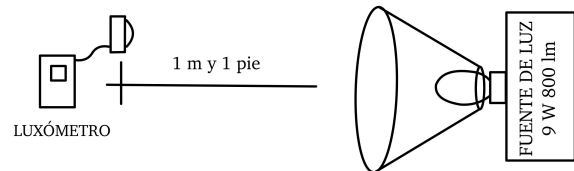

Figura 6: Luminario de 185 W HID
8. Coloque la fuente de luz (Lámpara LED 9 W) sobre la mesa de trabajo como muestra la figura 6. Con ayuda de la cinta métrica mida la iluminación a 1 m de distancia de la fuente de luz. Anote el resultado: